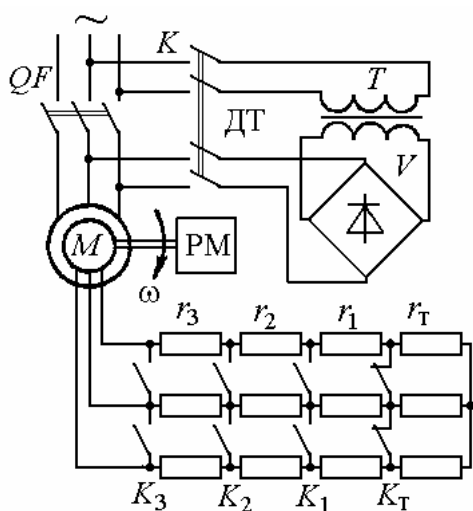
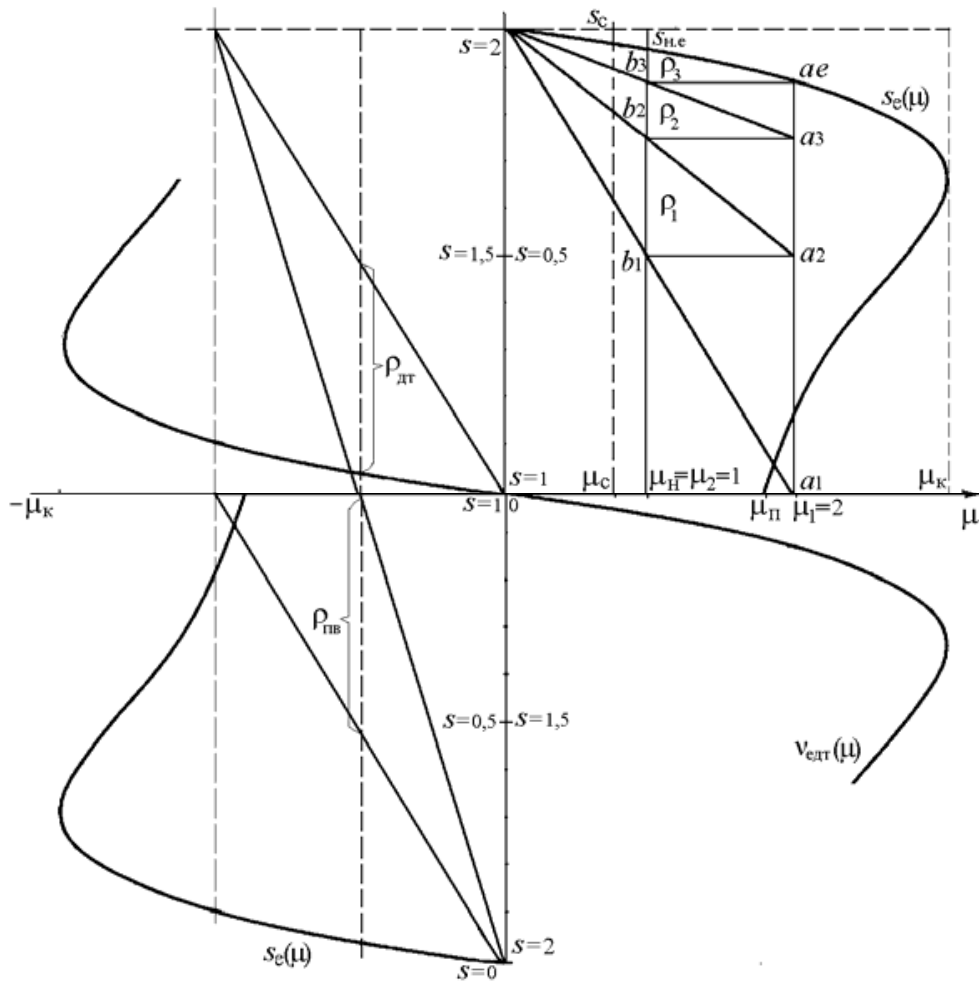

Рис.13. Схема реостатно-релейного пуска и торможения АДФР
Рис.14. Механические пусковые и тормозные характеристики АДФР
**Задача 22.** Для привода с асинхронным двигателем с фазным ротором и реостатно-релейным управлением (рис.13) построить статические характеристики реостатного пуска и рассчитать ступени пускового реостата (рис.14). Номинальные данные асинхронного двигателя привода:  $P_n = 22$  кВт;  $U_{1н} = 380$  В;  $I_{1н} = 50$  А;  $s_n = 0,06251$ ;
**Задача 23.** Определить вид переходных процессов и построить характеристики изменения момента и скорости двигателя при реостатно-релейном пуске привода с асинхронным двигателем при постоянном моменте нагрузки ( $\mu_1 = \text{const}$ ). Двигатель имеет данные  $P_n = 22$  кВт;  $\omega_0 = 104,5$  рад/с;  $s_n = 0,0625$ ;  $J_{д\delta} = 0,5$  кгм2. Приведенные параметры механизма:  $M_c = 0,5M_n$ ,  $J_{пр} = 0,5$  кгм2. Привод пускается в три ступени при  $\mu_1 = 2$  и  $\mu_2 = 1$  (см. задачу 22). Механические характеристики и характеристики пуска приведены на рис.14, 15.
**Задача 24.** Для схемы асинхронного привода с реостатным управлением по рис.13 определить величину сопротивления ступени тормозного противовключения  $r_T = r_{пв}$  при максимальном значении тормозного момента  $\mu_{T1} = 2$  и  $s_{T1} \approx 2$ . Номинальные данные двигателя привода приведены в задаче 22.
2. По графику пусковых характеристик  $m = 3$ ,  $\mu_1 = 2$ ,  $\mu_2 = 1$  и сопротивление противовключения  $r_T = r_{пв}$  (см. рис.14).
**Задача 25.** Для схемы асинхронного привода с реостатным управлением (см. рис.13) определить величину напряжения постоянного тока, подаваемого взамен переменного в статор двигателя, и величину сопротивления динамического торможения  $r_{дт1}$  для  $\mu_{дт1} = 1$  при  $v_{дт1} = 0,9375$ . Соединение обмоток статора - звезда. Номинальные данные двигателя привода приведены в задаче 22. Для расчета напряжения питания двигателя постоянным током принять омическое сопротивление фазы статора двигателя  $r_{1ф} = 0,24$  Ом.